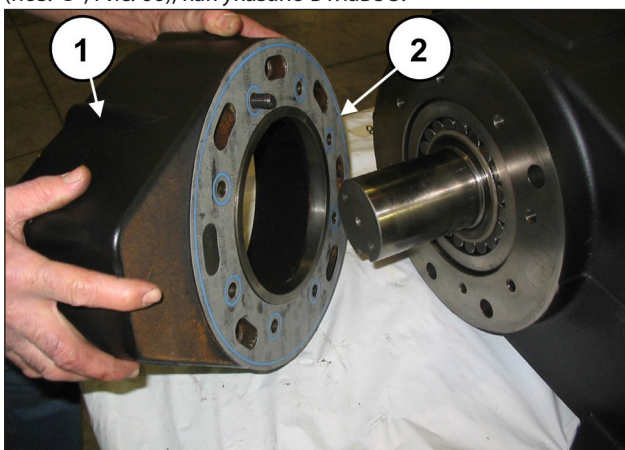
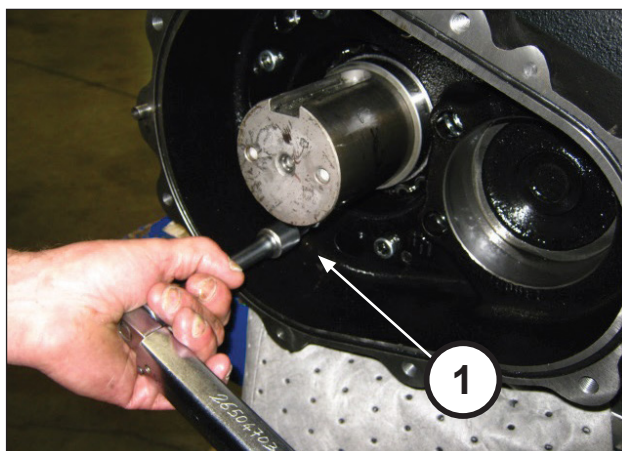

Рис. 63
Рис. 66
Установите коробку редуктора (поз. ①, Рис. 63) и соответствующее уплотнение (поз. ②, Рис. 63) с помощью 6 винтов M12x40 (поз. ①, Рис. 64) и 2 винтов M12x50 (поз. ①, Рис. 65). Откалибруйте винты динамометрическим ключом (поз. ①, Рис. 66), как указано в главе 3.